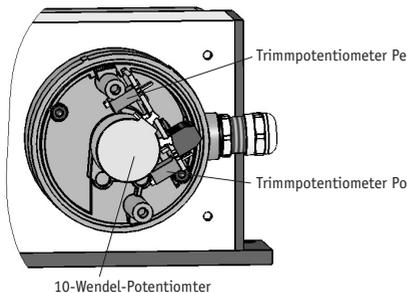

Abb. 14: Einstellen der Trimpotentiometer
**Durch zwei Trimpotentiometer Po und Pe (siehe Abb. 14) können diese Werte an die tatsächlichen Anfangs- und Endstellungen der Anwendung angepaßt werden:**